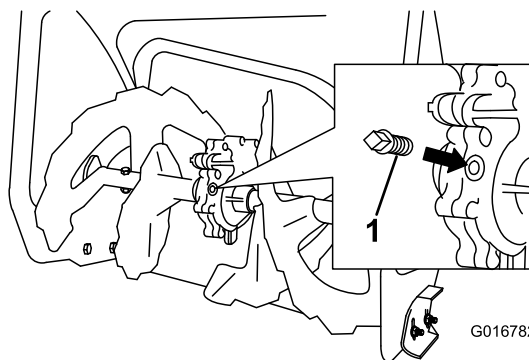

Figura 39
2. Pulite l'area circostante il tappo del tubo (Figura 39).